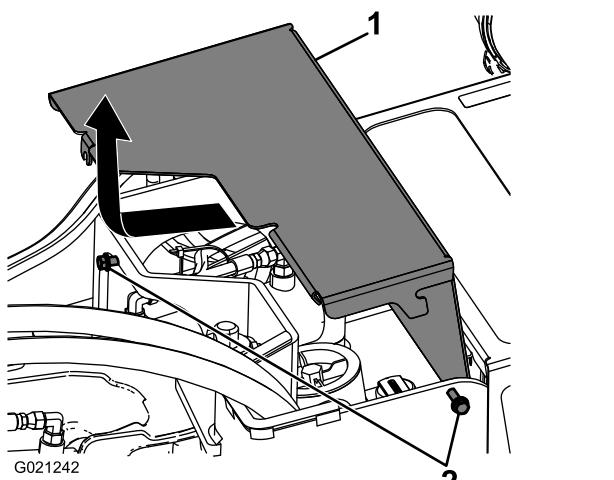

図24
3. 前カバーを機体に固定しているボルト2本をゆるめる図24。
4. カバーを前方に少しずらし、そこから持ち上げて機体から取り外す 図24。
5. 前カバーを取り付ける時はセットし、先ほど取り外したボルト2本で機体に固定する(図24)。